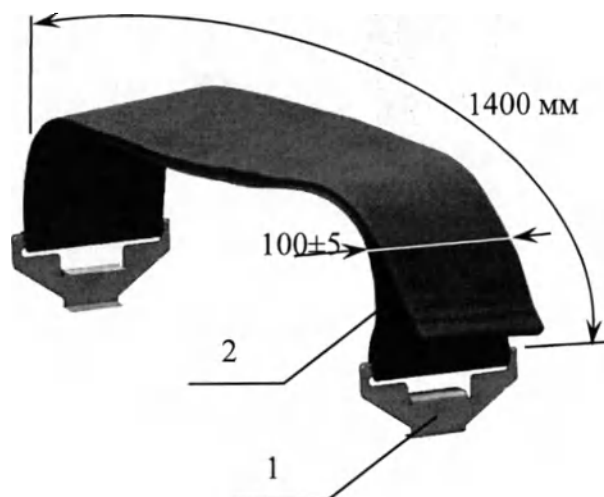

Рисунок 4 – Ремень для фиксации туловища.
4. Ремень для фиксации туловища (поясной ремень) (Рисунок 4). Мягкий синтетический ремень шириной 100 мм с крепежными зацепами, регулируется по длине.